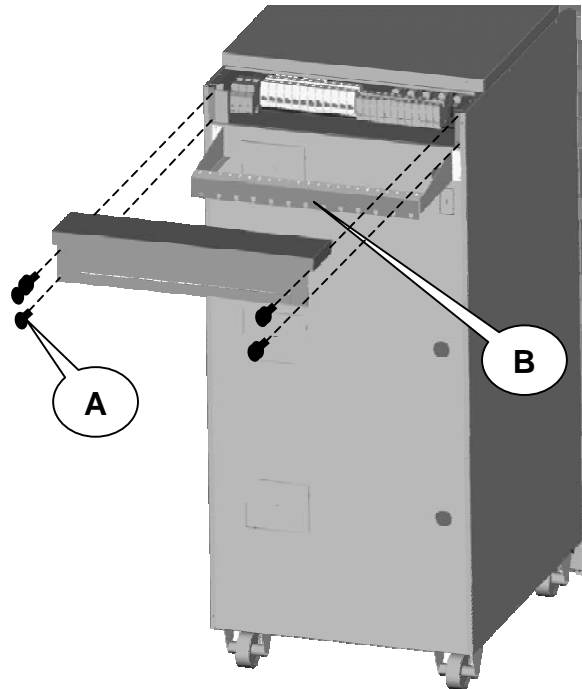

Abb. 3.5-2
- b) Die Schutzplatte der Klemmenleiste auf der Rückseite der USV durch Entfernen der vier Befestigungsschrauben A öffnen (Abb. 3.5-2).